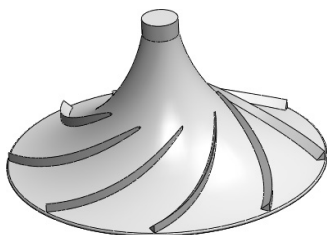

图 4-31 阵列效果
STEP 13 单击“特征”工具栏中的“圆周阵列”按钮, 选择**STEP 12**创建的扫描特征为“要阵列的特征”，扫描个数设置为 8，以 360° 的等间距方式，以顶部圆柱面的中心轴为旋转轴，执行“阵列”操作，效果如图 4-31 所示。